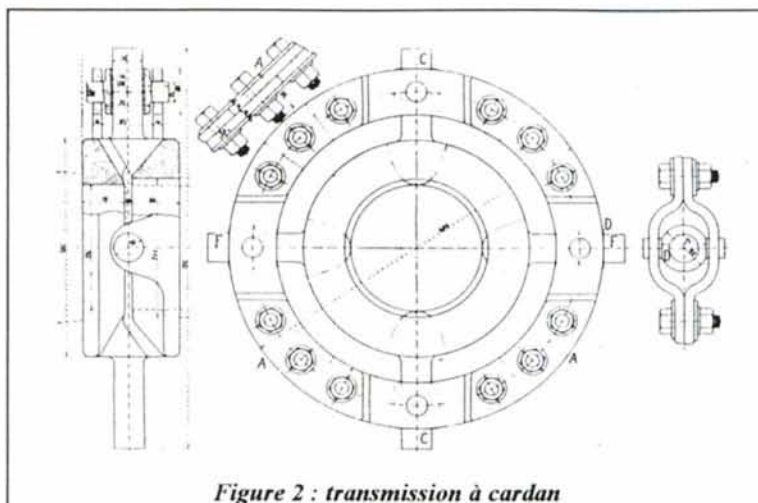

Figure 2 : transmission à cardan
- figure 2 : le joint universel. Les tourillons C étaient reliés au moyeu de l'essieu, les tourillons F étaient reliés au manchon de l'armature, l'anneau A formé de 2 pièces plates et boulonnées entr'elles solidarisait les 4 étoiles d'accouplement D. Ce système se caractérisait par sa robustesse.